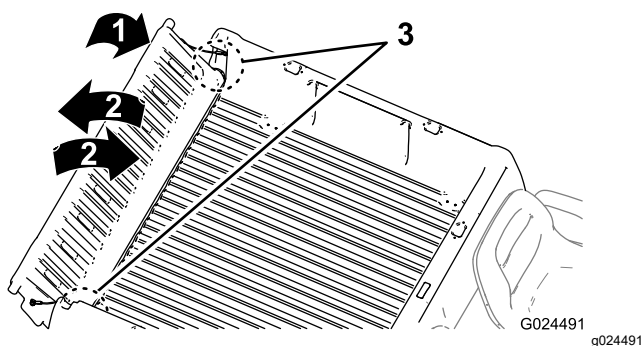

Рисунок 17
- Установите откидной борт в положение под углом приблизительно 45° (Рисунок 17).
3. Короткими движениями, встряхивая, переместите откидной борт назад и вперед несколько раз (**Рисунок 17**).